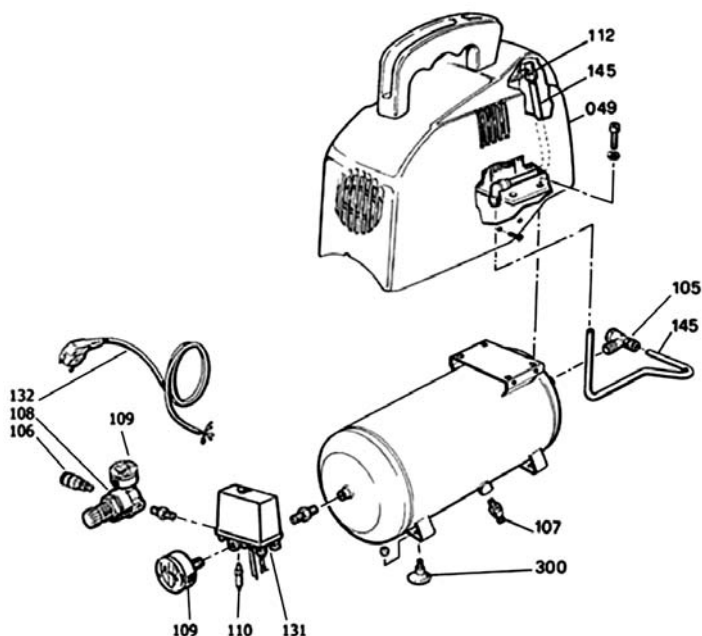

Fig. 1
- > Vider la cuve > Purger (incliner l'appareil) (**Fig.1**)